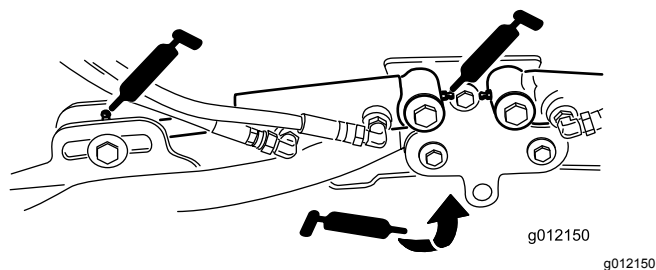

Bild 62
- Hubarmzylinder der Schneideinheit (2 Stück) (Bild 62)
- Hubarmgelenke (1 Stück) (Bild 62)